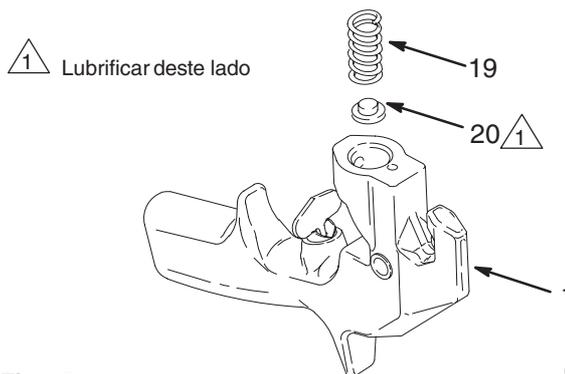

Fig. 17 03979
5. Se a mola (19) tiver sido removida, lubrifique o regulador da mola (20) e instale-a. Coloque esta unidade no corpo da pistola (1). Ver Fig. 17.